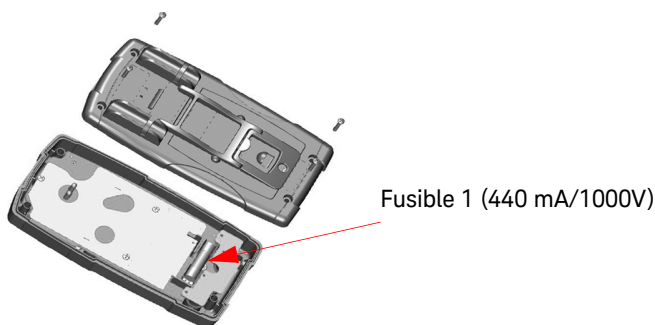

Figura 4-2 Reemplazo del Fusible 1
- 3 Extraiga con cuidado el Fusible 1 defectuoso haciendo palanca en un extremo del fusible y retirándolo del soporte, consulte la **Figura 4-2**.